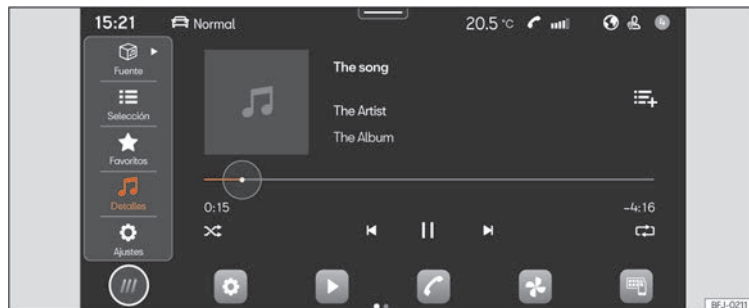

Fig. 138 Representación esquemática: Vista Multimedia.
- Pulse **HOME** > ► ►► **fig. 138**.